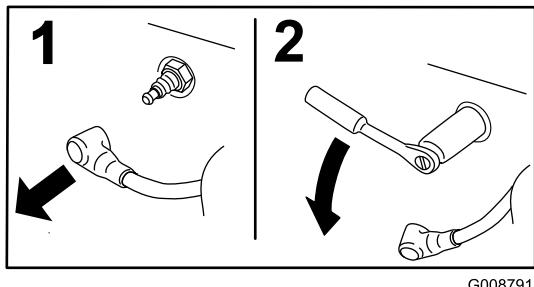

Figure 21
5. Débranchez le fil de chaque bougie (Figure 21).